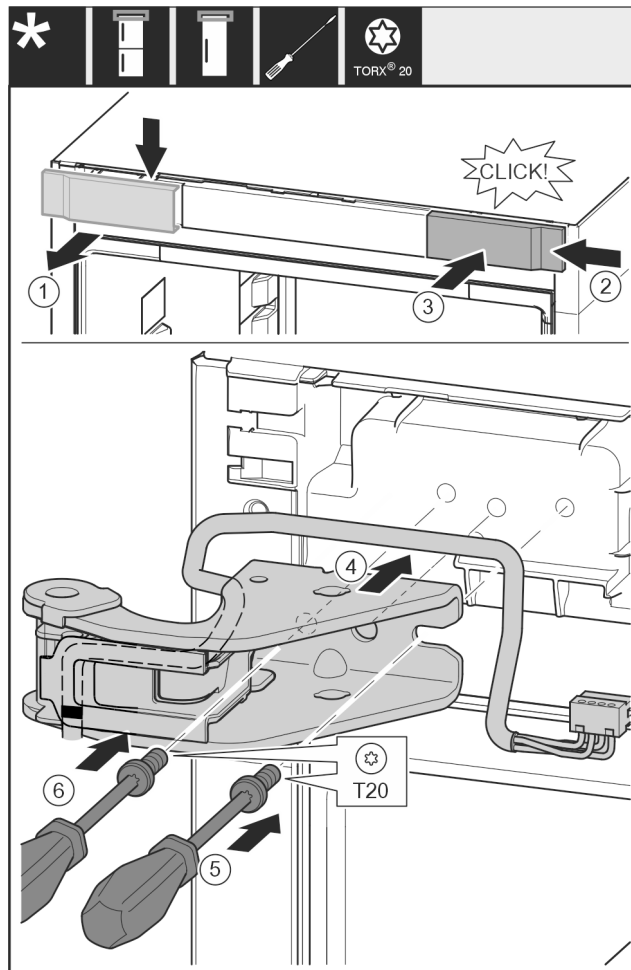

Fig. 22
- Ta bort skyddet uppifrån och framåt. Fig. 22 (1)
- Häng in skyddet vridet 180° på den andra sidan från höger. Fig. 22 (2)
- Haka i skydd. Fig. 22 (3)
- Sätt in övre lagerbock. Fig. 22 (4)
- Sätt an skruven och dra fast med skruvmejsel T20. Fig. 22 (5)
- Sätt in skruven och dra fast med skruvmejsel T20. Fig. 22 (6)